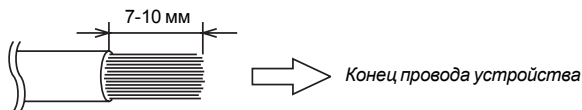

Рис. 7
2. Удалите 7-10 мм изоляции с концов проводов (Рис.7).